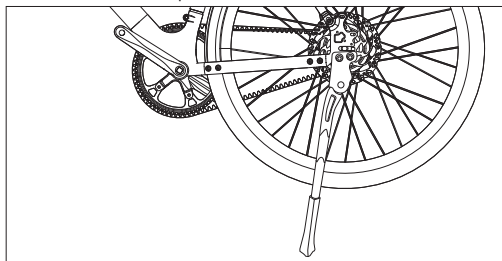

Figure 10-1
- a. Desserrez les vis et les rondelles, puis retirez-les de la patte de fixation, comme illustré à la **Figure 10-1**.